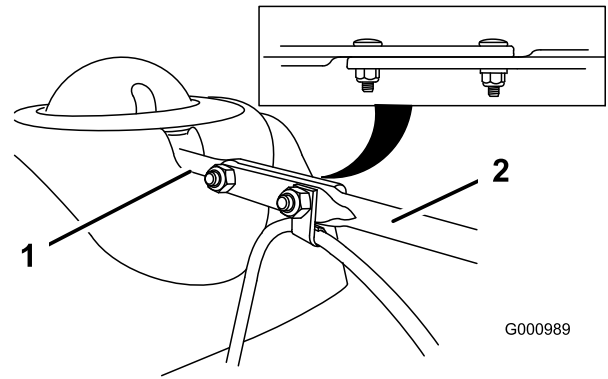

Bild 9
3. Richten Sie das abgeflachte hintere Ende der langen Auswurfkanal-Schaltstange mit dem abgeflachten vorderen Ende der kurzen Stange aus, die aus dem Armaturenbrett herausragt, sodass beide eingreifen (Bild 9).